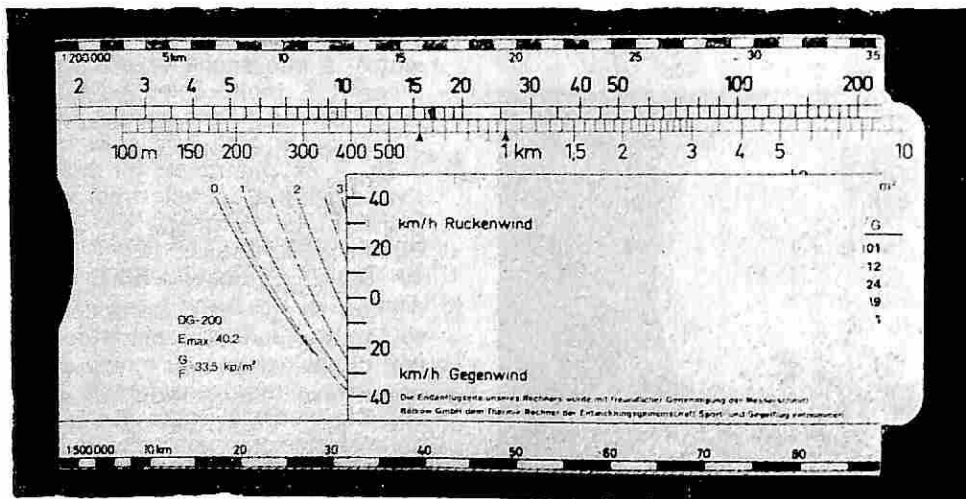

Fig. 12: Calcolatore Holtkamp II°.
- 5) L'**Holtkamp II** (fig. 12) è rettangolare ed è verso questo modello, che vanno le nostre preferenze. A tergo si trova un calcolatore di navigazione. Sui suoi bordi, delle scale graduate permettono di misurare le distanze chilometriche sulle carte 1/500.000 e 1/200.000. Le mascherine intercambiabili a seconda degli alianti, che forniscono le caratteristiche delle macchine, sono fatte da ambo i lati, con differenti carichi alari... per gli amatori dei water-ballast! Questo calcolatore è pratico e di semplice impiego. Indirizzo, per i sistemi Holtkamp I e II: E. Hürlimann, Fulgubehör, CH - 5615 Fahrwangen.